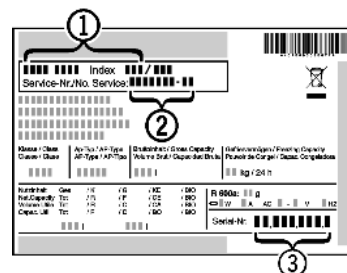

Fig. 5
- ▶ Наименование устройства Fig. 5 (1), сервисный № Fig. 5 (2) и серийный № Fig. 5 (3) считайте с заводской таблички. Заводская табличка находится внутри устройства слева.
- ▶ Обратитесь в сервисную службу и сообщите вид неисправности, наименование устройства *Fig. 5 (1)*, сервисный № *Fig. 5 (2)* и серийный № *Fig. 5 (3)*.